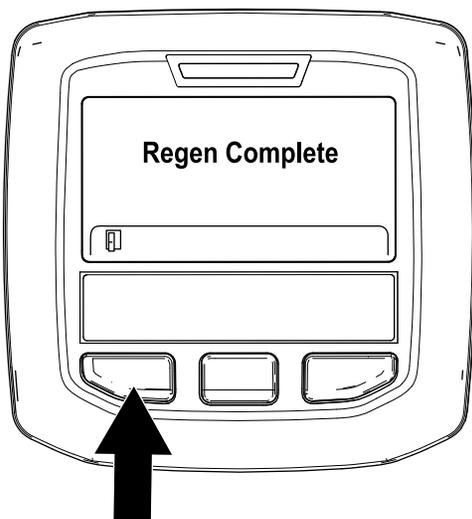

Рисунок 53
9. Регенерация с парковкой будет завершена, когда на дисплее инфо-центра появится сообщение «Regen Complete» («Регенерация завершена»). Для перехода на главный экран нажмите левую кнопку (Рисунок 53).